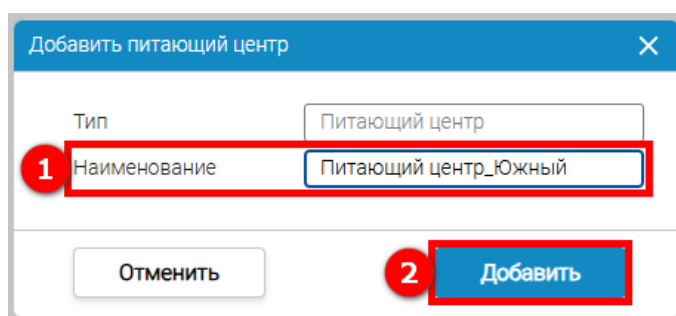

Рисунок 177 – Добавление Питающего центра
В открывшемся окне необходимо указать наименование Питающего центра (1) (см. рисунок 177) и нажать кнопку **Добавить** (2).